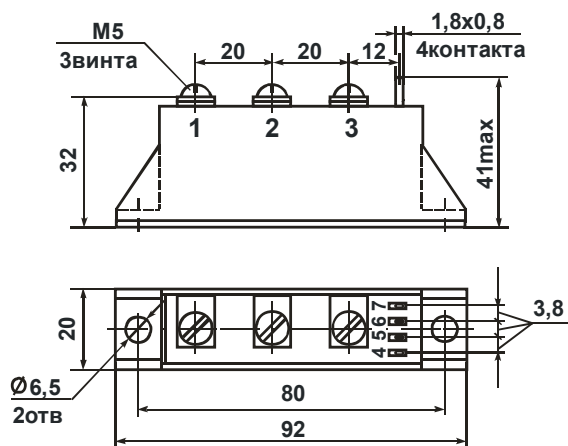

Рисунок 6.1 – Габаритный чертёж модулей
(чертёж рис.6.1,2,3)
**M4.1A** (чертёж рис.6.1,2,3)
**M4.1B** (чертёж рис.6.1,2,3)
**M4.1Г** (чертёж рис.6.1,2,3)